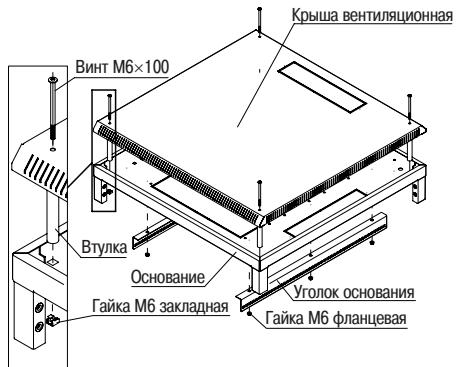
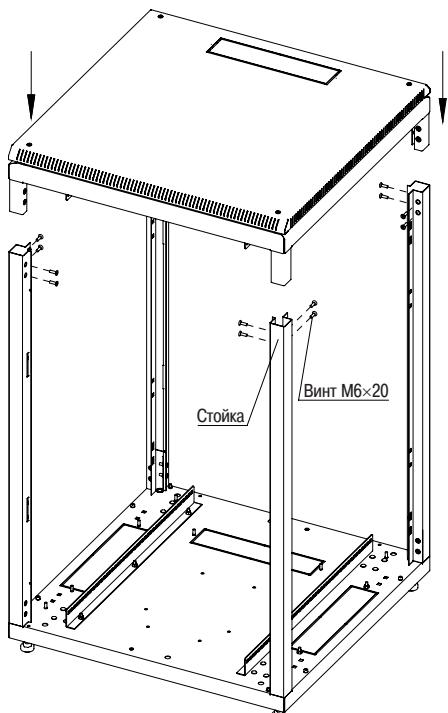

Рисунок 2 – Верхнее основание
Рисунок 4 – Установка «основания-крыши»
3.1.2 Соедините и закрепите верхнее основание с крышей вентиляционной с помощью винтов M6×100 и втулок, для этого вначале установите закладные гайки M6 на верхнем основании, затем вкрутите винты M6×100 в гайку M6 через втулку (рисунок 2). Установите углы основания на верхнем основании по аналогии с предыдущим пунктом (рисунок 2).
3.1.4 Вставьте в установленные стойки собранный узел «основание-крыша» (рисунок 2), закрепите винтами (рисунок 4).